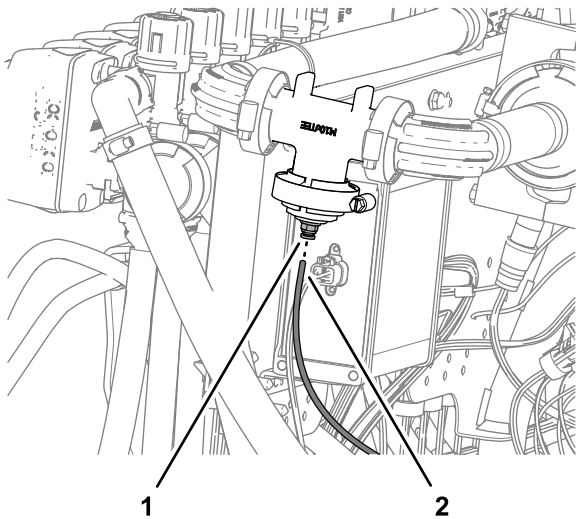

図 136
1. ダッシュボードの水圧計用の水圧検知チューブ樹脂チューブの口を、チューブカップラのロックカラーに合わせる 図 136。
2. 検知チューブをロッキングカラーに挿入して一番奥まで押し込む 図 136。